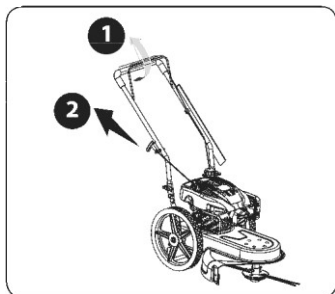

Рисунок 5-2
1. Нажмите на насос подкачки один или два раза, а затем нажмите на рычаг управления. См. рисунок 5-2① и потяните за шнур стартера, чтобы запустить двигатель. См. рисунок 5-2②